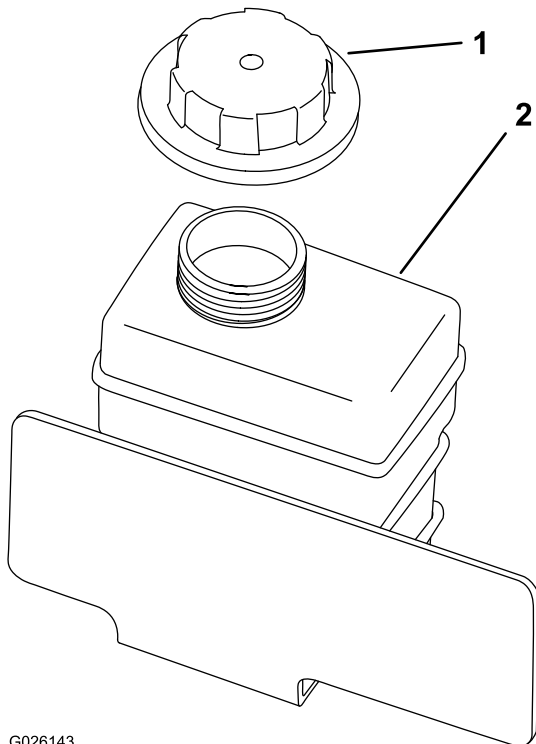

图53
8. 缓慢向储液箱加注冷却液，直至液位达到加油颈底部（图53）。
9. 安装储液箱盖（图53）。
4. 卸下备用储液箱盖（图53）。